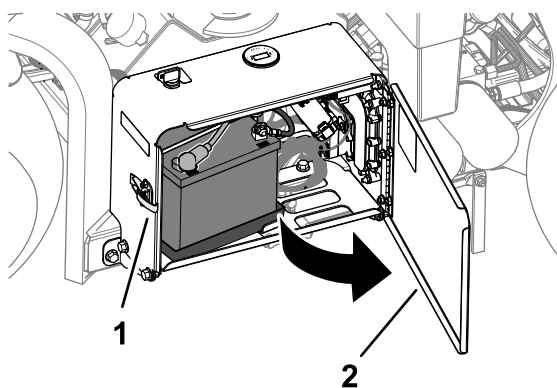

図 13
1. ラッチを外し、バッテリーコンパートメントのドアを開く 図 13。